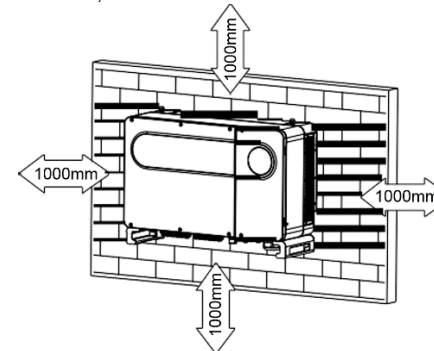

Abb. 5.2
- I. Um sicherzustellen, dass der Wechselrichter ordnungsgemäß arbeiten kann und einfach zu bedienen ist, achten Sie bitte auf ausreichend Platz (siehe Abb. 5.2).